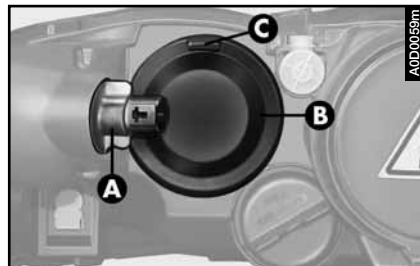

fig. 29
- girar hacia la izquierda y sacar el grupo portalámparas (**A- fig. 29**) del intermitente, sin desenchufar el conector, para aumentar el espacio de maniobra;